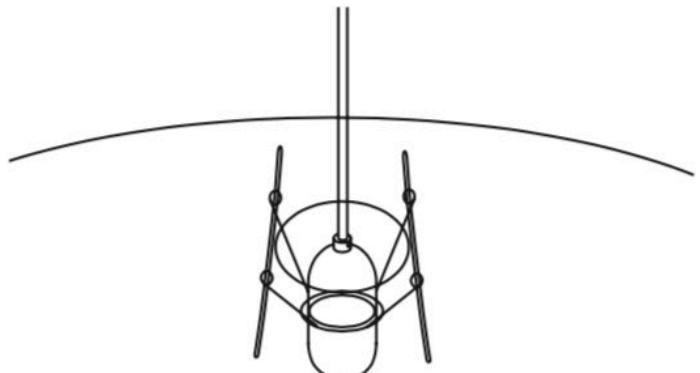

figure 2
- Accrocher l'abat jour à la structure métallique en enfiler les deux brins de rotin successivement à travers le trou de l'abat jour, les deux boucles de la structure métallique puis ressortir par le trou opposé de l'abat jour.(figure 2.)
(voir figure 2 ).
- Hang the lamp shade to the metallic structure with the two rattan strands. Stick successively the rattan strands through the paper lamp, the metal structure out through the paper lamp opposite hole. See figure 2.
**NOTE: TO CHANGE THE BULB, HOLD THE FITTING WITH ONE HAND AND CHANGE THE BULB WITH THE OTHER HAND. (See figure 2)**